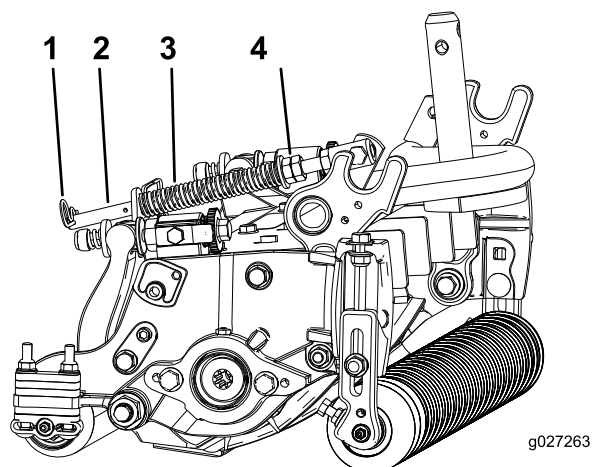

Рисунок 19
2. Затяните шестигранные гайки на переднем конце штока пружины так, чтобы длина сжатой пружины была равна 15,9 см (Рисунок 19).
1. Убедитесь в том, что шплинт вставлен в заднее отверстие штока пружины (Рисунок 19).